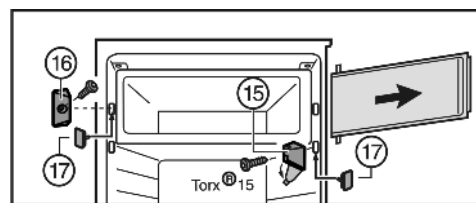

Fig. 6
- ▶ Откиньте крышку на опорном кронштейне Fig. 6 (15).
- ▶ Открутите опорный кронштейн Fig. 6 (15) с дверцей камеры.
- ▶ Открутите запирающий элемент Fig. 6 (16).
- ▶ Закройте образовавшиеся отверстия прилегающими пробками Fig. 6 (17).